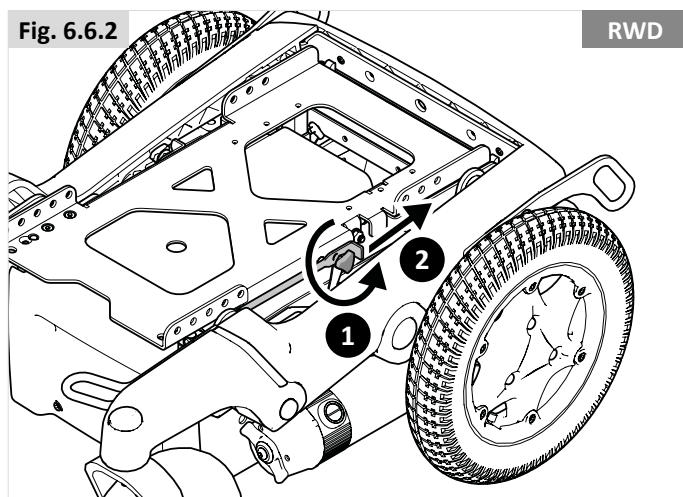

Fig. 6.7
- Sørg for, at sædet sikres med sædestøtten på plads, før du giver slip (Fig. 6.7, for og Fig. 6.8, bag).